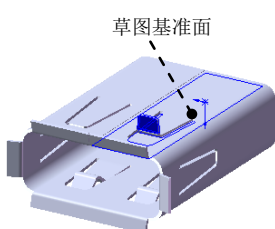

图 10.54 绘制的折弯 7
Step17. 创建图 10.54 所示的钣金特征——绘制的折弯 7。
(1) 选择下拉菜单 **插入(I)** → **钣金(B)** → **绘制的折弯(S)...** 命令。
(2) 定义横断面草图。选取图 10.54 所示的模型表面为草图基准面，绘制图 10.56 所示的横断面草图。